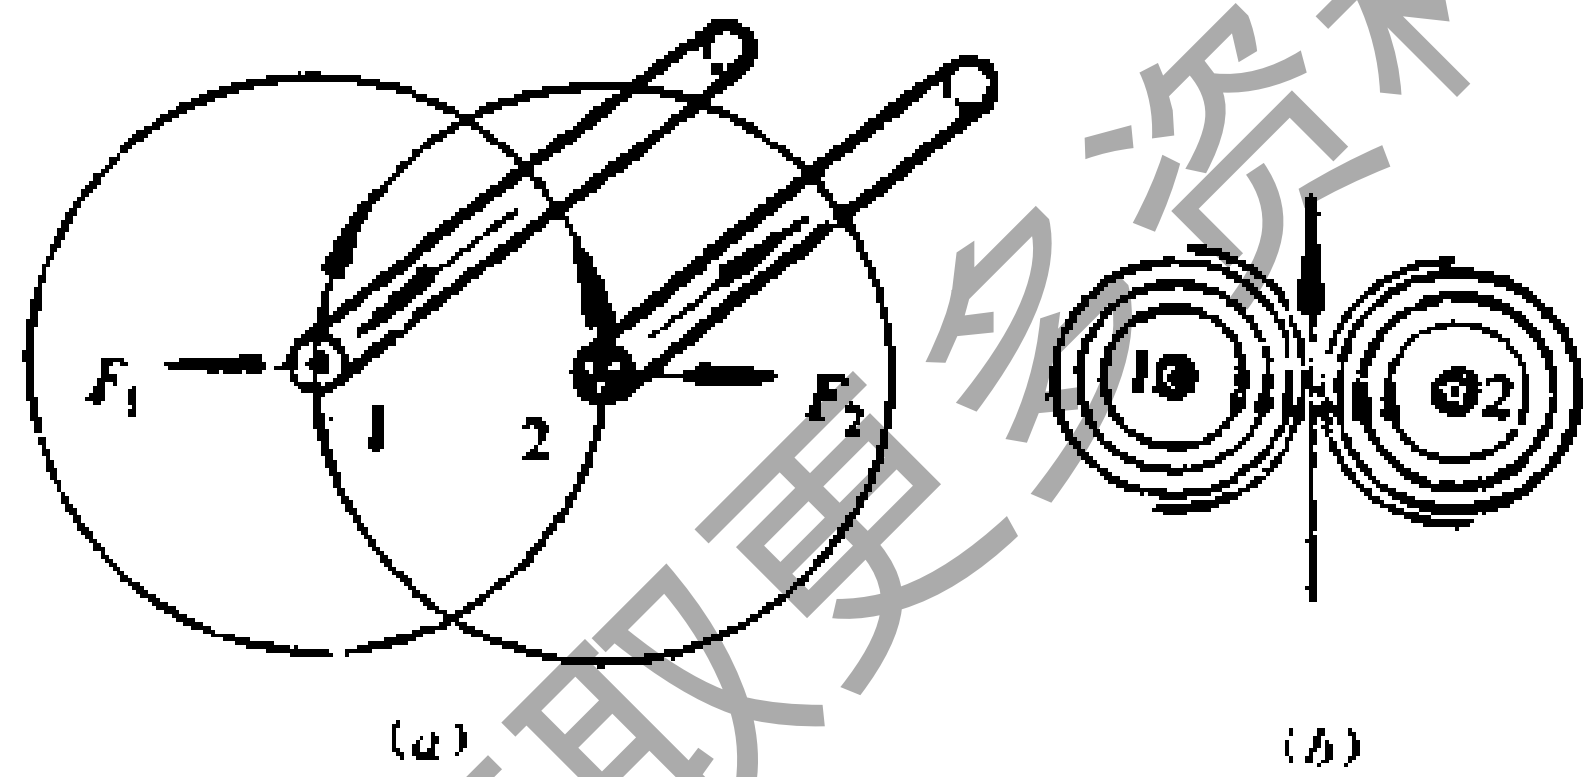
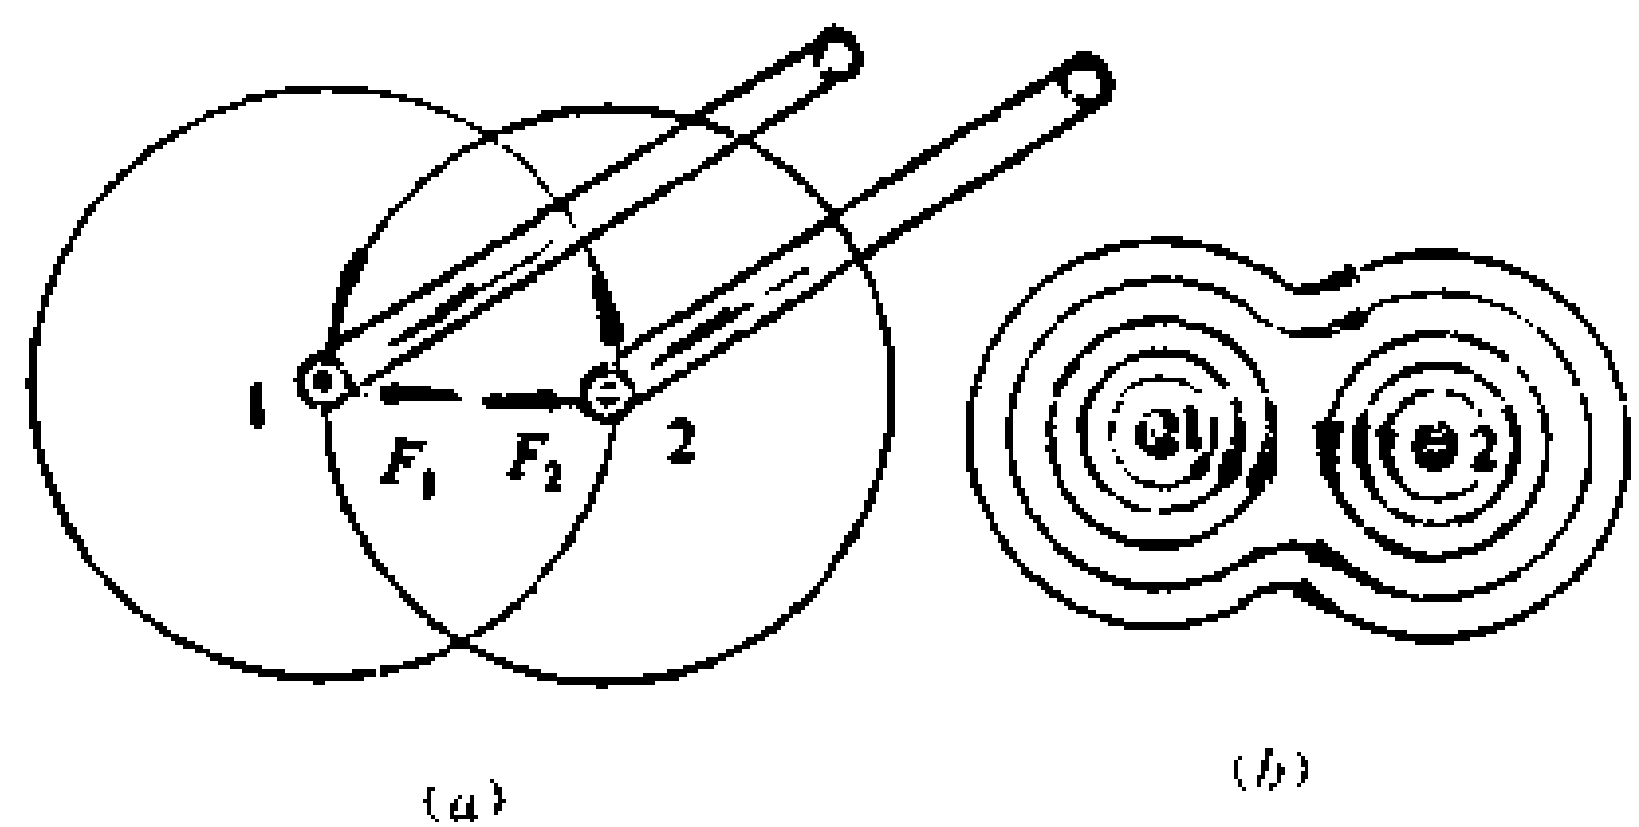

图 1-52 载有同向电流的两平行导体互相吸引示意图
图 1-53 载有反向电流的两平行导体互相排斥示意图
(4) 通电导体间的相互作用力: 由于电流能够产生磁场, 因此通电导体间也存在电磁力。两平行导线中, 载有同向电流时, 相互吸引 (图 1-52)。载有反向电流时, 相互排斥 (图 1-53)。